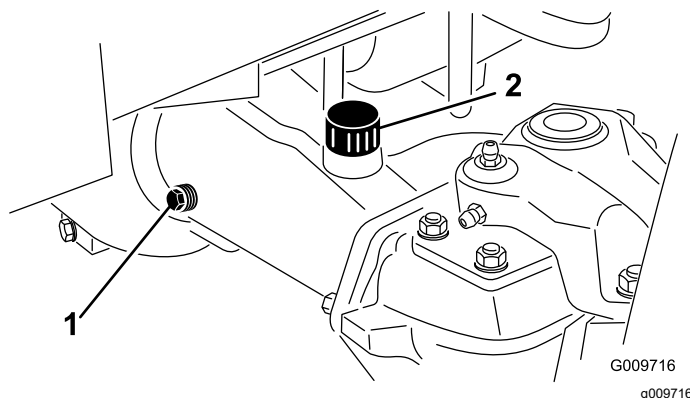

Figura 96
2. Retire un tapón de verificación de un extremo de la carcasa del eje (Figura 96).